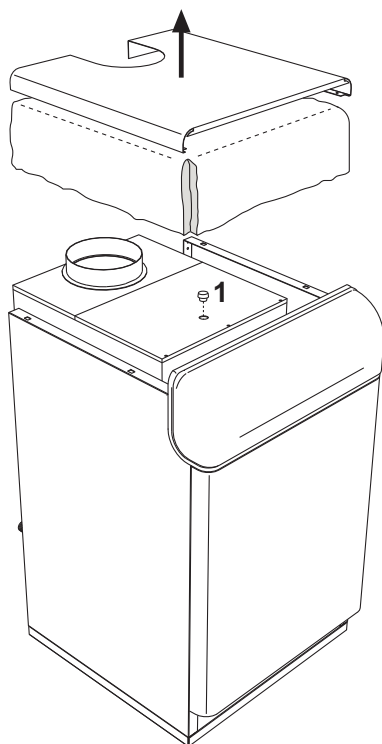

fig. 6 - Análisis de la combustión
En la parte superior del cortatiro, dentro de la caldera, hay una toma de humos (fig. 6).
3. Abra la toma de humos (1, fig. 6).